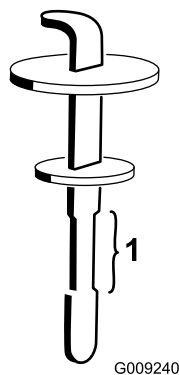

Figure 83
4. Dévissez la jauge du goulot de remplissage et essuyez-la sur un chiffon propre. Réinsérez la jauge dans le goulot de remplissage, sortez-la de nouveau et vérifiez le niveau de liquide. Il doit se situer dans la plage de fonctionnement acceptable indiquée sur la jauge (Figure 83).